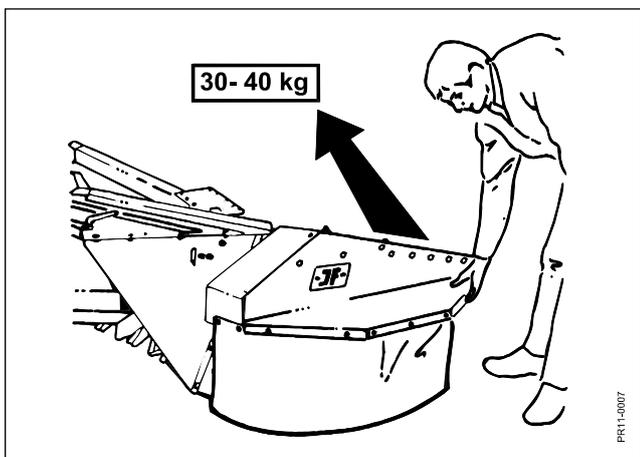

Fig. 2-17
- Fig. 2-17** JF-Fabriken empfiehlt die Entlastung so einzustellen, daß das äußerste Ende der Maschine mit einer Kraft von 30 - 40 kg angehoben werden kann.